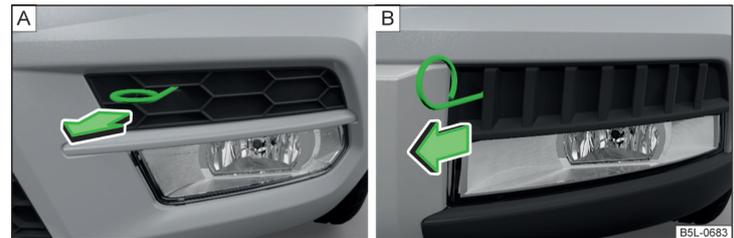

Fig. 199 Rejilla protectora: Variante 1 / Variante 2
- » Suelte la rejilla protectora en el sentido de la flecha » fig. 199 por medio del estribo para retirar los tapacubos integrales.
Antes de cambiar la bombilla, retire primero la rejilla protectora de los faros antiniebla » fig. 199 de la pág. 181 o » fig. 200 de la pág. 182.